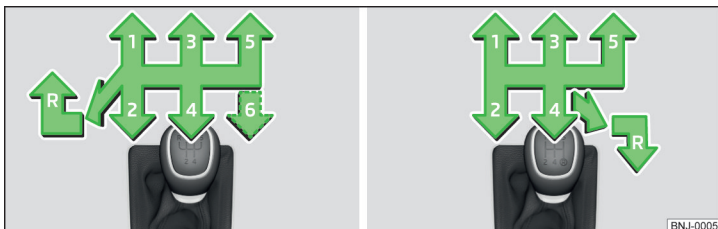

Fig. 109 Schema de selectare a transmisiei manuale: Varianta 1 / varianta 2
Pe schimbătorul de viteze sunt reprezentate pozițiile individuale ale treptelor de viteză » fig. 109.
- Aduceți schimbătorul de viteze la maxim, înspre stânga și apoi înspre înainte, în poziția **R** » fig. 109.